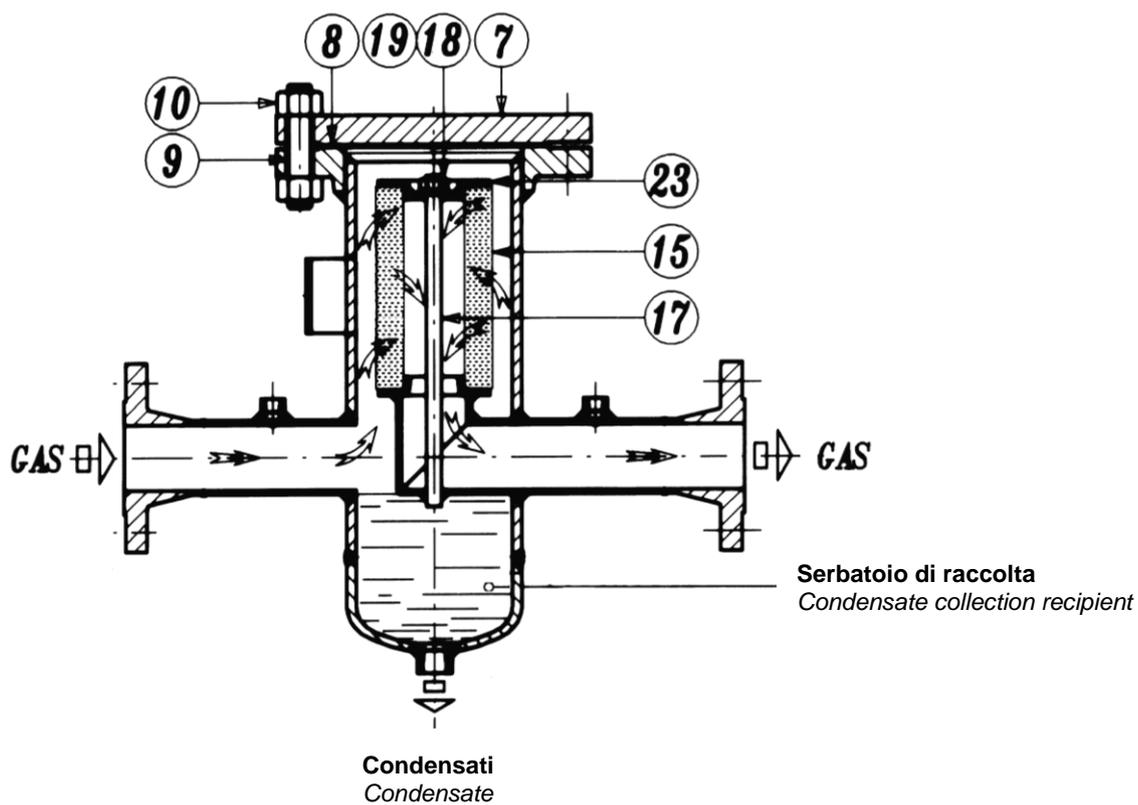

Fig. 2
1.3 CHIUSURA DELLA TESTATA CON FLANGIA (FIG. 2)